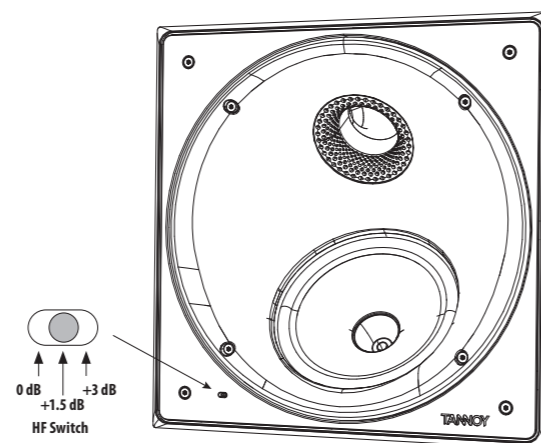

Fig. 10. HF Switch Positions
1. A chave HF tem três posições, com 0 dB sendo plano. Ajuste conforme necessário para se adequar à posição da sala e às condições acústicas (Fig. 10).